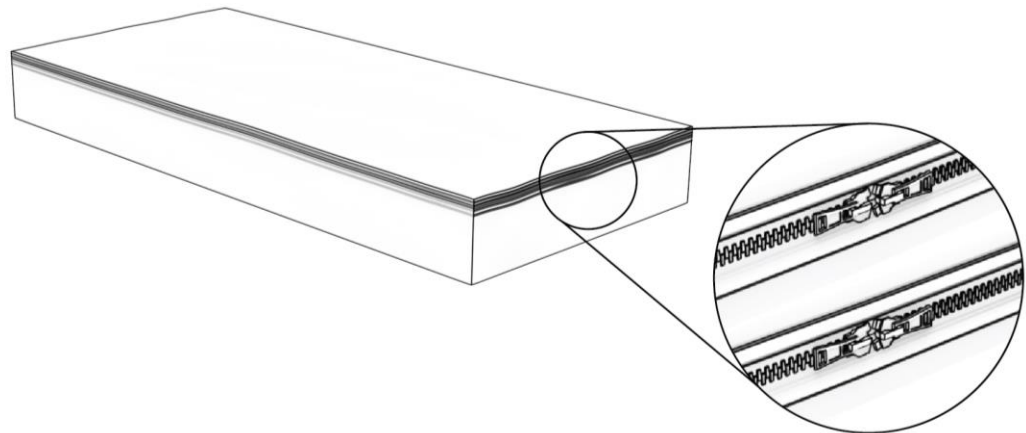

Abbildung 11: Den Topliners zwischen der Unterseite und der Oberseite des Bezuges platzieren und befestigen.
Schritt 14. Dieser Schritt ist nur dann eine Ergänzung zum vorherigen Schritt, wenn Sie einen zusätzlichen Topliner erworben haben. Wenn dies nicht der Fall ist, fahren Sie bitte direkt mit Schritt 15 fort. Falls Sie einen Topliner haben, müssen Sie ihn zwischen der Unterseite und der Oberseite des Bezuges mit einem Reißverschluss befestigen. Sie enden mit einem Doppelreißverschluss, wie in Abbildung 11 dargestellt.